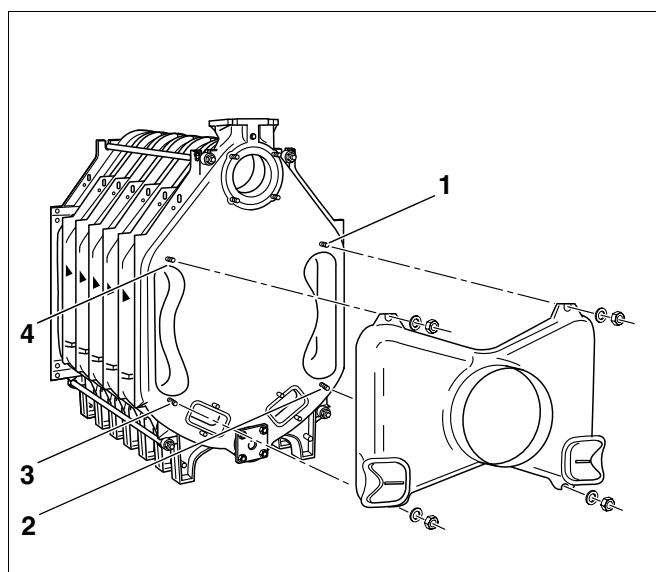

Fig. 26 Montage - Collecteur de fumées
- Placer le collecteur des fumées sur les quatre goujons dans l'élément arrière (fig. 26 - **pos. 1 - 4**) et visser les écrous avec rondelles plates.